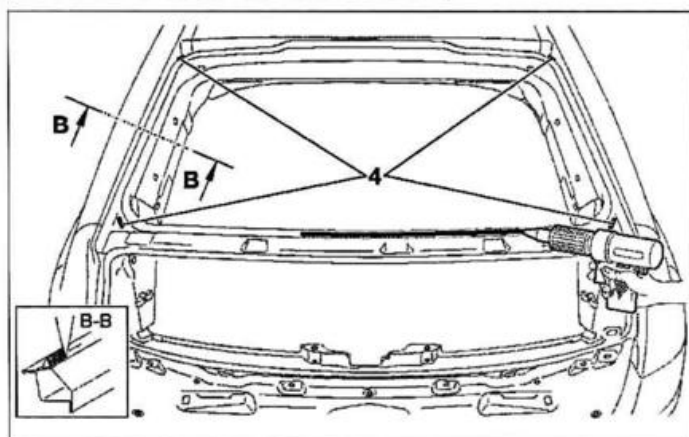

FIG. 94
- Colocar los separadores (4) (fig. 94).